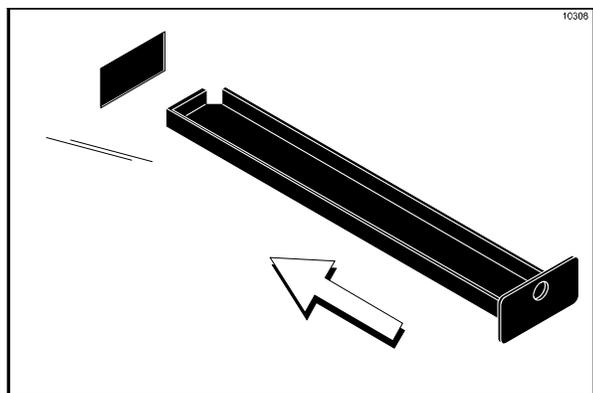

図66
12. 左右サイドパネルの刻み目のあるドリップパンを洗浄し、再度取り付けます(図66を参照)。